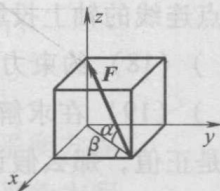

图 1-16
(13) 图 1-16 中，力 F 在 x 轴上的投影等于_____， F 在 y 轴上的投影等于_____， F 在 z 轴上的投影等于_____。